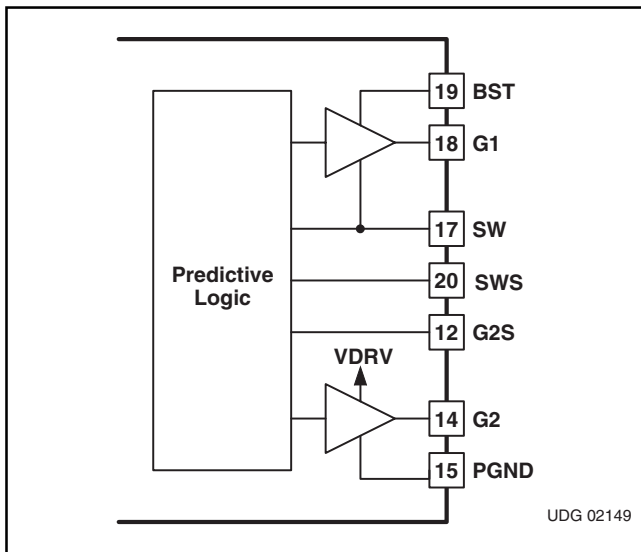

図13
- モード1、あるいは通常動作ではデバイスに対し8.5Vまたはそれ以上のバイアス電圧が必要です。このモードでは、バイアスがVDDピンを駆動します。ローサイドの駆動バイアス電圧の $V_{VDRV} = 7V$ は内部のリニア・レギュレータから生成され、VDDピンから直接電流を流します。ハイサイド・ドライバのバイアスは、G2が“H”レベルの時G2とBST間のダイオードを経てVDRVピンからG2ピンに充電されるコンデンサです。UCC2540は、 $V_{VREF}$ が2Vより上に上昇した時 $V_{VDD} > (V_{VDRV}, V_{VREF})$ であればモード1で動作します。モード1ではバイアス電圧範囲が最大幅となり、 $8.5V < V_{VDD} < 35V$ で動作可能です。このモードは既存の12VDCのバイアス電圧をもつシステムと互換性があります。また、モード1は入力ライン電圧が広範囲に変化するアプリケーションや、図13のようにバイアスが派生ライン電圧から直接得られるアプリケーションで特に有効です。